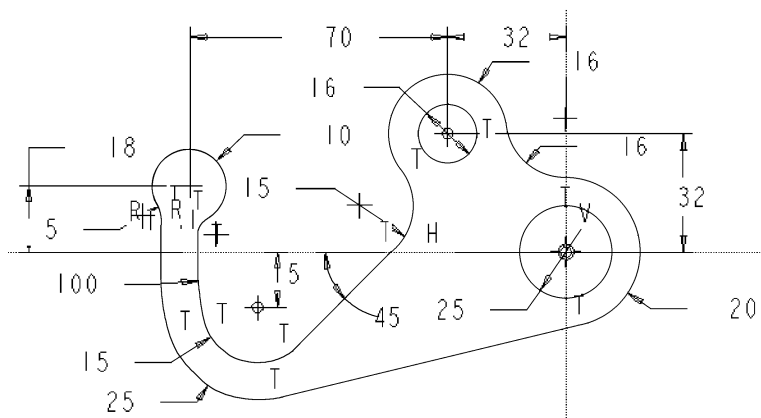

图 3-125 草绘练习 6
(6) 草绘如图 3-125 所示的图形, 并将所有尺寸加强。